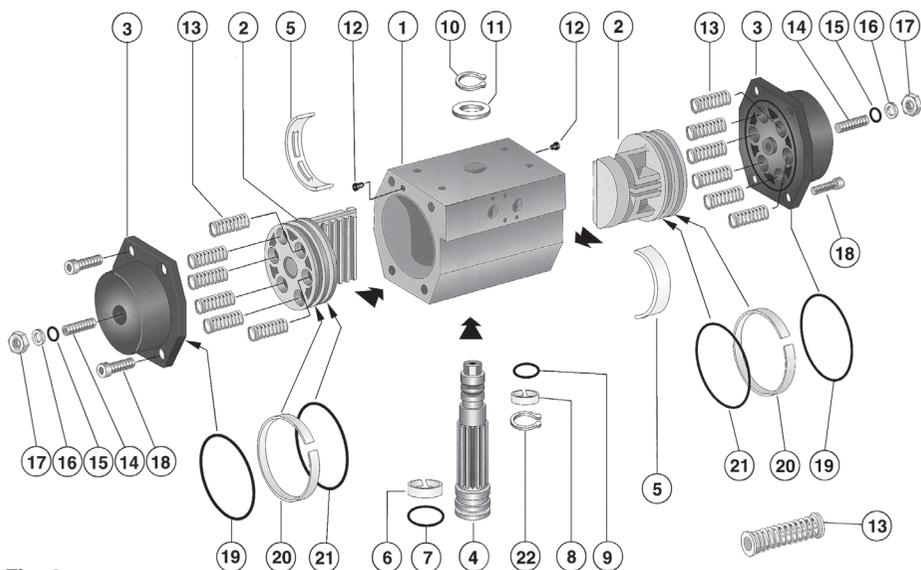

Fig. 6
5. Riferirsi alla fig. 6. Togliere le viti di fissaggio (18) e quindi le testate (3) facendo attenzione che contengono gli O'ring di tenuta e che, per gli attuatori a singolo effetto, alloggiavano anche le molle di ritorno;
6. I due pistoni (2) possono ora essere estratti ruotando l'albero (4) in direzione antioraria affinché i pistoni possano fuoriuscire dal corpo (1);
8. Togliere l'anello Sieger (10) e quello di nylon (11) dall'albero (4);
9. Estrarre l'albero (4) dalla parte inferiore del corpo agendo con la semplice pressione delle dita;
- Sui pistoni (2)
- a) N° 2 O'ring (21)
- b) N° 2 anelli guida (20)
- Sulle testate (3)
- a) N° 2 O'ring (19)